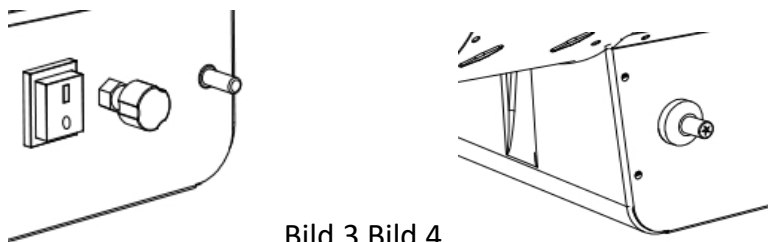

Bild 3 Bild 4
- Reglera lågan och effekten genom att vrida justeringsratten moturs för att öka eller medurs för att minska. (Bild 3).